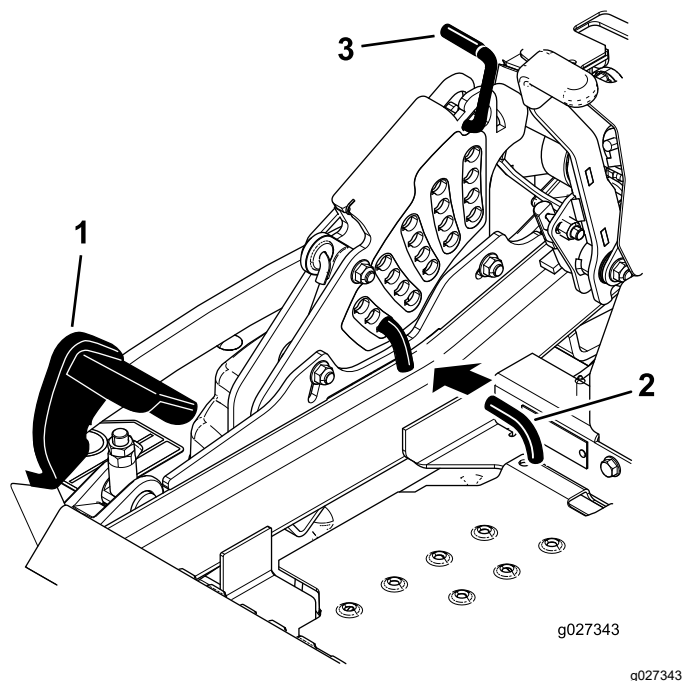

Figure 123
5. Enfoncez la pédale de levage du tablier de coupe au maximum pour verrouiller le tablier à la position transport de 14 cm (5½ po) (Figure 123).